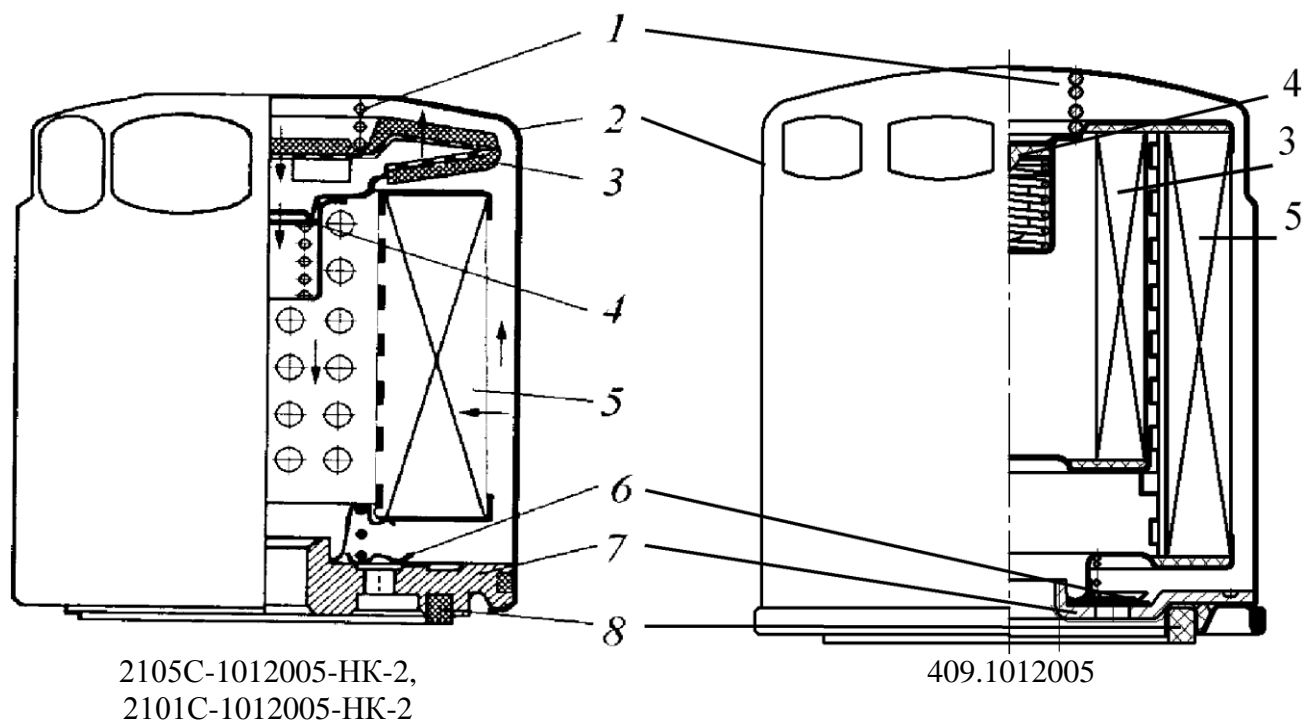

Рис.31. Масляный фильтр:
**Масляный фильтр** (рис.31) - на двигатель предприятием-изготовителем устанавливается масляный фильтр уменьшенного объема, который должен быть заменен при первой смене масла на один из следующих фильтров: 2101С-1012005-НК-2, 2105С-1012005-НК-2 (ф.«Колан», Украина) или 409.1012005 (ф.«Биг-фильтр», г.Санкт-Петербург).